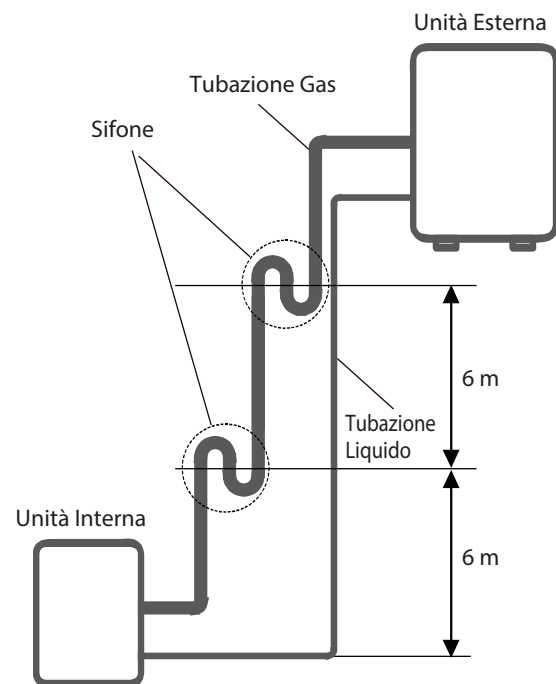

Fig. 7.4
-Si raccomanda di non aumentare le dimensioni della tubazione verticale. Il corretto ritorno dell'olio al compressore deve essere garantito con adeguata velocità del gas di aspirazione. Se la velocità scende al di sotto di 7.62m/s, il ritorno dell'olio sarà diminuito. Installare un sifone ogni 6 metri di tubazione verticale. (See Fig. 7.4)